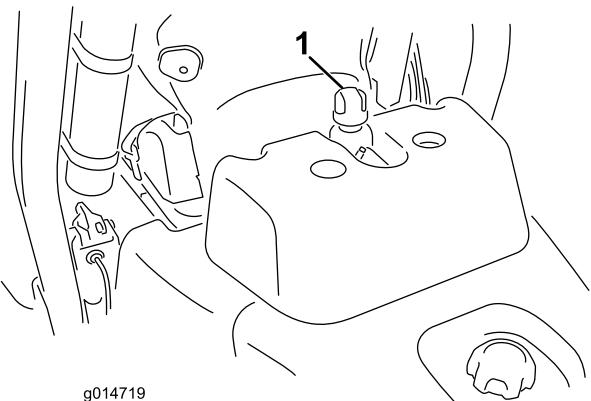

Figura 29
- Retire a tampa do reservatório (Figura 29).